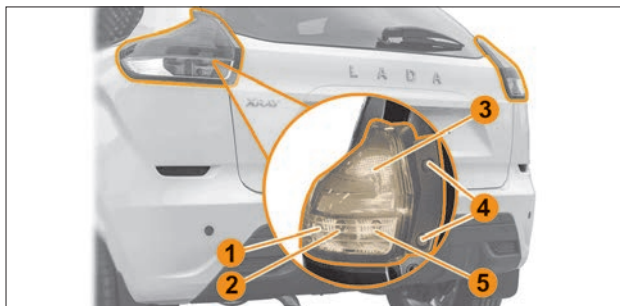
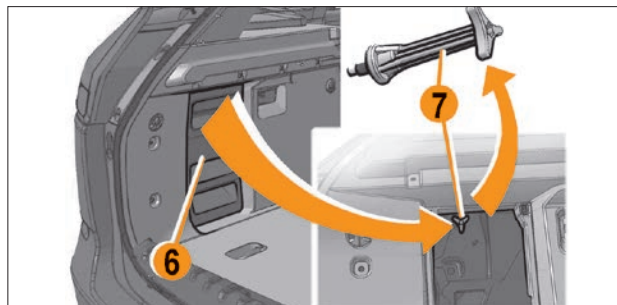

Рис. 8.12. Задние фонари
Рис. 8.13. Снятие обшивки и винта
Для замены лампы в заднем фонаре сначала необходимо снять сам фонарь, для этого (рис. 8.12):
- откройте дверь задка, обеспечив доступ к самонарезающим винтам **4** и винту **7** (рис. 8.13) крепления фонаря **1** (см. рис. 8.12);
- открутите винт **7** (см. рис. 8.13) из багажного отделения, для этого необходимо снять пластиковую обшивку **6**, потянув ее в направлении, указанном на рисунке;
- аккуратно снимите фонарь **1** (см. рис. 8.12), потянув его на себя;